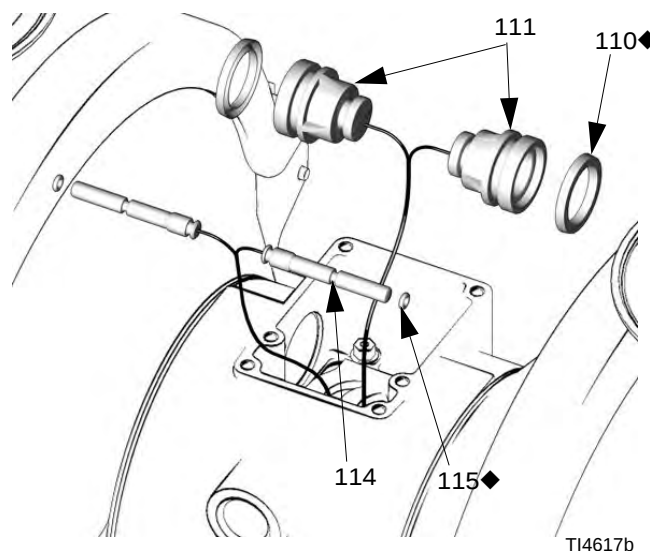

FIG. 10
3. Entrada y salida Instale una junta tórica (115) en cada pasador piloto (114). Engrase los pasadores y las juntas tóricas. Introduzca los pasadores en los cojinetes, el extremo **estrecho** primero. Consulte la FIG. 10.
4. Instale las copas en U (110) en cada pistón de accionamiento (111), de manera que los labios de las empaquetaduras estén orientados hacia el extremo **estrecho** de los pistones. Consulte la FIG. 10.
5. Lubrique las copas en U (110) y los pistones de accionamiento (111). Introduzca los pistones de accionamiento en los cojinetes, el extremo **ancho** primero. Deje expuesto el extremo estrecho de los pistones. Consulte la FIG. 10.